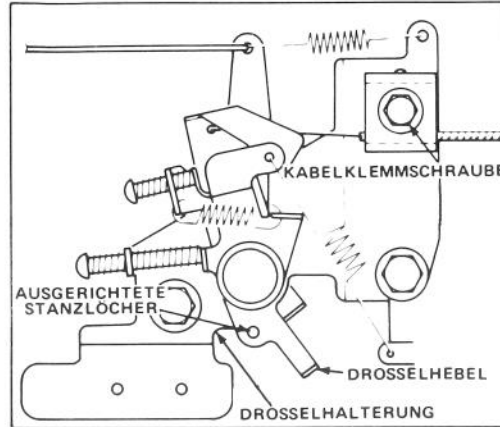

Bild 17
4. Schraube der Kabelklammer lösen, bis Bowdenzugkabel gleitet (Bild 17). Stanzlöcher in Drosselkabel und Drosselhalterung ausrichten.